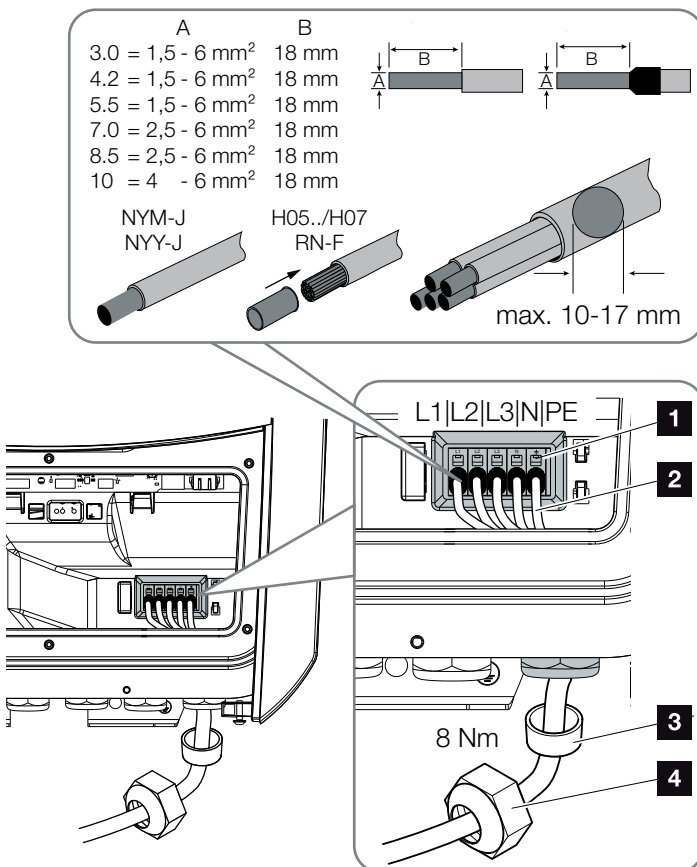

Fig. 23 : Raccordement du câble d'alimentation réseau à l'onduleur
9. Raccorder les fils du câble d'alimentation réseau à la borne de connexion AC conformément au marquage. **!** **Fig. 23, pos. 1**